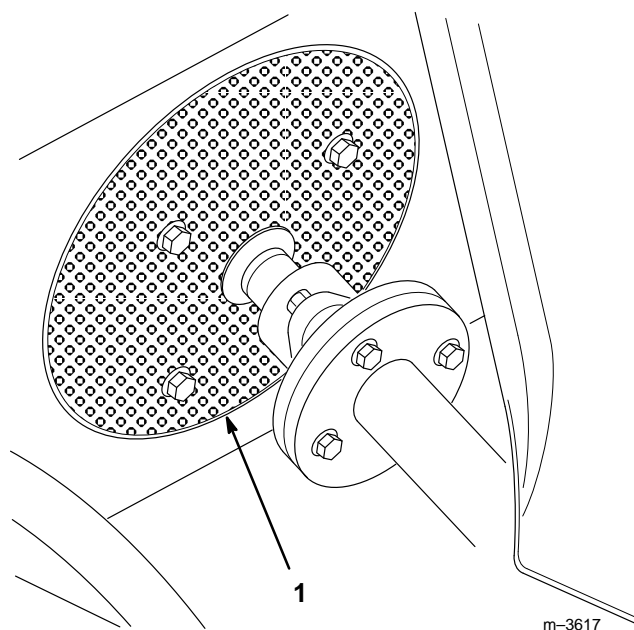

Figure 7
3. Brosser les débris accumulés sur la grille du ventilateur (Fig. 7).